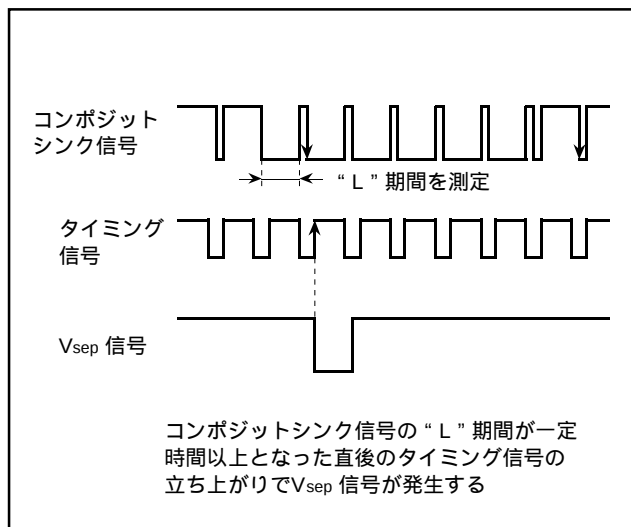

図 8.10.6 Vsep 発生タイミング (方法 2)
- ・方法 2 コンポジットシンク信号の“L”レベル幅を測定し、一定時間以上であれば、その“L”レベル直後のタイミング信号の“L”レベル期間中に、コンポジットシンク信号の立ち下がりがあるかを検出します。立ち下がりがある場合は、タイミング信号の立ち上がりで同期して Vsep 信号を発生します (図 8.10.6 参照)。
発生タイミングを図 8.10.6 に示します。図中のタイミング信号はタイミング発生回路が出力する基準クロックをもとに発生されます。